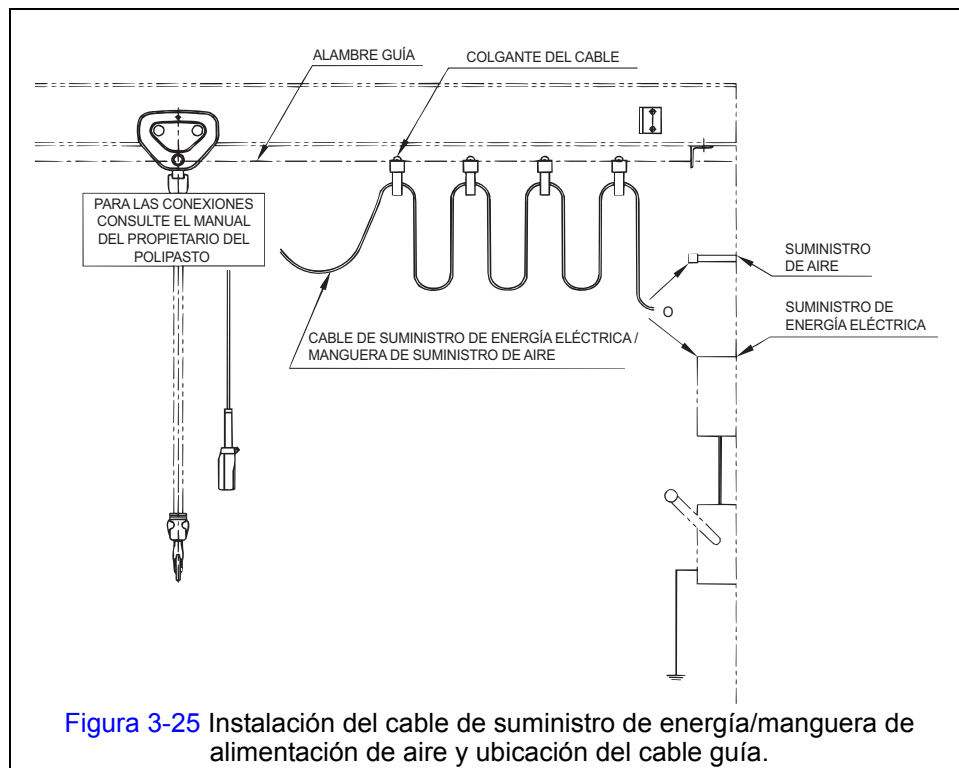

Figura 3-25 Instalación del cable de suministro de energía/manguera de alimentación de aire y ubicación del cable guía.
- Instale el sistema de cable guía paralelo a la viga. (Consulte la Figura 3-25)